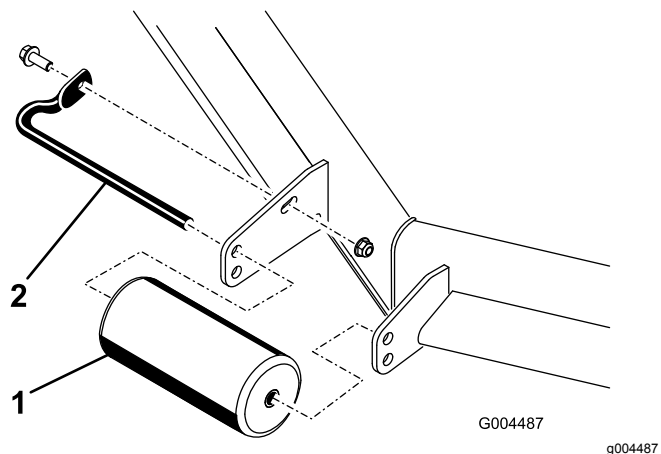

Figura 14
1. Remova o parafuso e porca que prende o eixo do rolo ao suporte da plataforma (Figura 14).